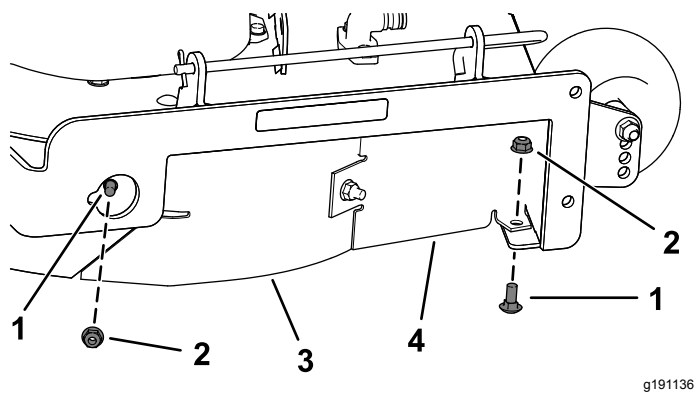

Figura 31
7. Retire los 2 pernos de cuello cuadrado (5/16" x 3/4") y las 2 contratuercas (5/16") que sujetan el deflector derecho y el protector del deflector montados en la carcasa del cortacésped (Figura 31).